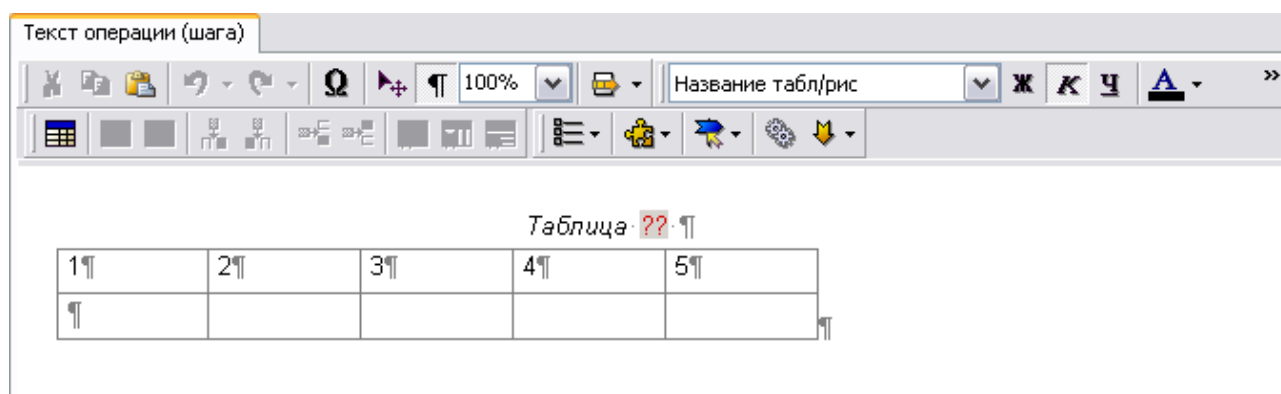

Рис. 7.49
3. Результат показан на Рис. 7.49.